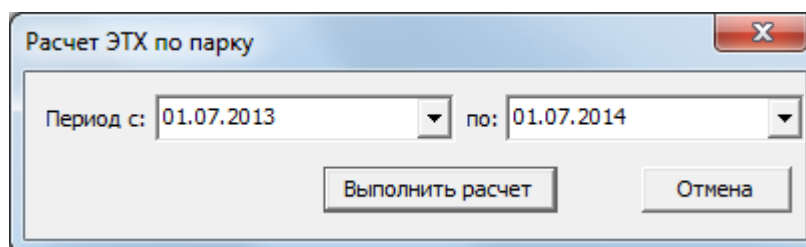

Рис. 29-34 – Окно «Расчет ЭТХ по парку»
- 3) Открывается окно «Расчет ЭТХ по парку» (рис.29-34).